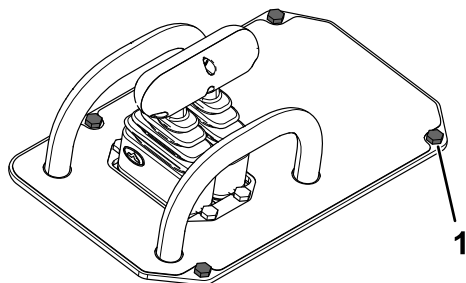

Figure 21
- Retirez et conservez les 4 boulons et écrous qui fixent le couvercle du panneau de commande sur la machine (Figure 21).